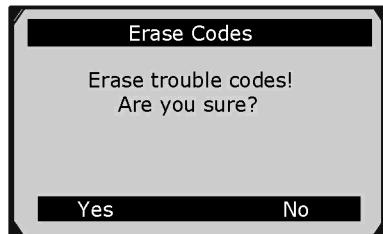

Рисунок 5-6
2) На экране дисплея появится предупреждающее сообщение с просьбой подтвердить выбор. См. рисунок 5-6.